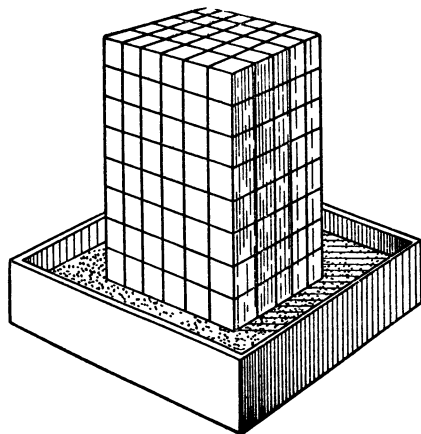

Рис. 96.
6) Вычисления проверьте на опыте. Для этого укладывайте брусок различными гранями на влажный песок. При различных своих положениях брусок будет оставлять на песке вмятины различной глубины (рис. 96).